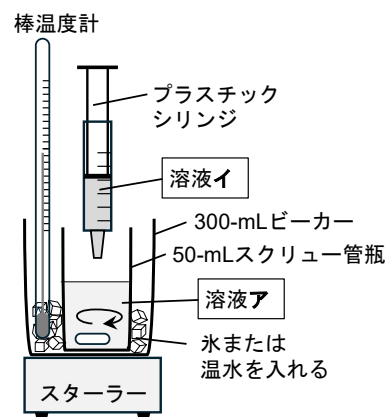

図4. 氷浴および温浴の設置
- (1) 溶液アの調製: 2本の50-mLスクリュウ管瓶に⑨, ⑩と書いたラベルをそれぞれ貼り付ける。スクリュウ管瓶⑨⑩に、Na₂S₂O₃水溶液 2.0 mL, KI水溶液 9.0 mL, KNO₃水溶液 7.0 mLをはかり取って混合し、最後にデンプン水溶液 5滴を加える。これを溶液アとする。
- (2) 図4のように300-mLビーカーに製氷機の氷を 1/5 程度入れ、水道水を約 50 mL加えて氷浴とする。これをスターラー上に静置し、棒温度計を立てておく。
- (3) スクリュー管瓶⑨に攪拌子を入れ、氷浴中に入れて溶液を攪拌する。氷浴の温度が 5°C 付近で安定したことを確認する (0°Cまで冷却すると長時間を要するので推奨しない)。氷と水の分量によって異なるが、3~4分間待つ必要がある。
- (4) 溶液イとしてFe(NO₃)₃水溶液 2.0 mLを6-mLプラスチックシリンジではかり取り、氷浴中のスクリュウ管瓶⑨に素早く加え、同時にストップウォッチを押して時間計測を開始する。このとき、氷浴の温度を表5に記録しておく。
- (5) 反応溶液をよく観察し、呈色が現れ始めるまでの時間を計測する。
- (6) 実験終了後のスクリュウ管瓶内から攪拌子をピンセットでつまみ出す。攪拌子は洗浄・拭き取り後に次の実験に用いる。
- (7) 300-mLビーカーの氷水を流し台に捨て、恒温槽 (共通実験台) の温水を約 150 mL入れ、温浴とする。このとき、一度ビーカーを恒温槽に浸し、よく温めてから温水を汲むと温度を保持しやすくなる。この温浴をスターラー上に静置し、棒温度計を立てておく。
- (8) スクリュー管瓶⑩に攪拌子を入れ、温浴中に入れて溶液を攪拌する。スクリュウ管瓶が温まるまで 2 分間ほど待つ。
- (9) 溶液イとしてFe(NO₃)₃水溶液 2.0 mLをプラスチックシリンジではかり取り、温浴中のスクリュウ管瓶⑩に素早く加え、ストップウォッチを押して時間計測を開始する。
- (10) 反応溶液をよく観察し、呈色が現れ始めるまでの時間を計測する。このときの温浴の温度を表5に記録しておく。